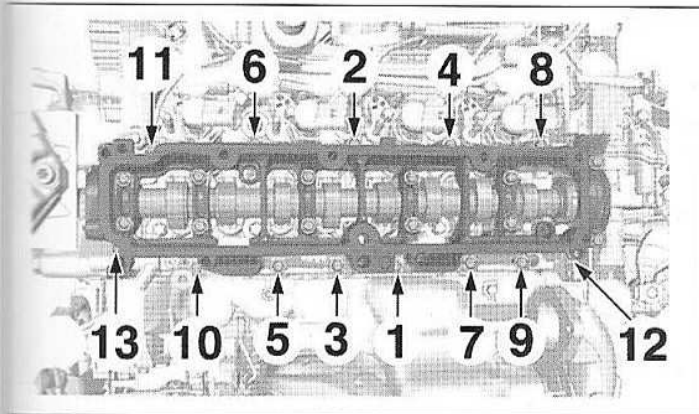

FIG.112
- Serrer les vis du carter-paliers d'arbre à cames dans l'ordre prescrit (Fig.112).
10. Vis du carter-paliers d'arbre à cames complet sur la culasse (\*\*) (Fig.112) :